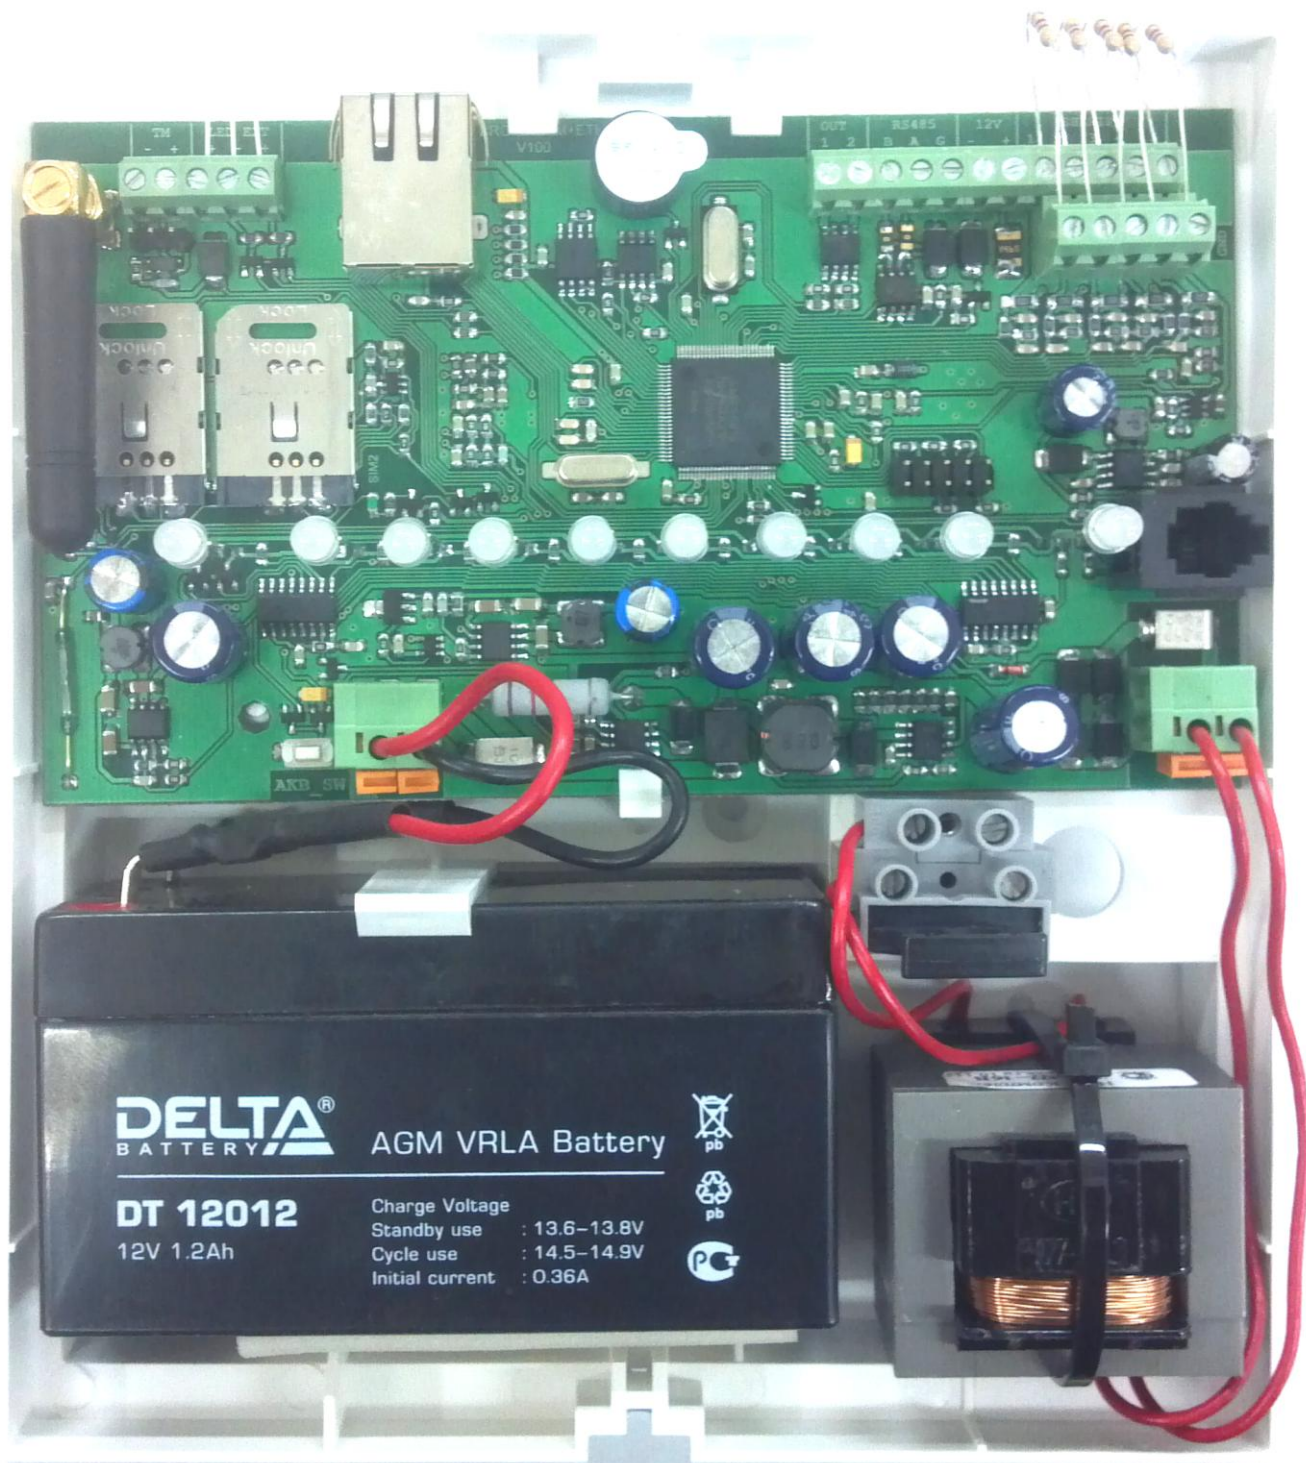

Рис.1
- Блок (рис. 1) конструктивно выполнен в пластиковом корпусе и состоит из: